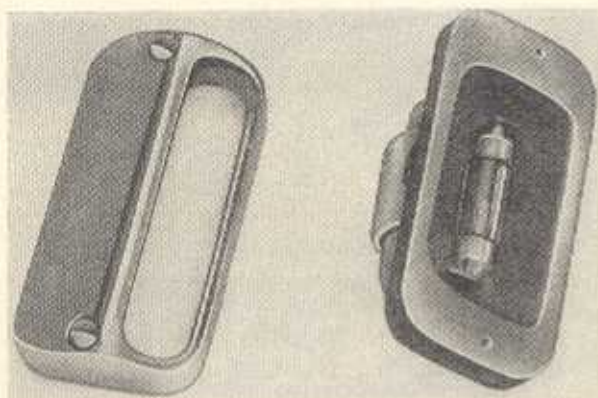

Bild E 28
7.2.4. Kennzeichenleuchte (Bild E 28)
- d) Sofitte (Bild E 28).